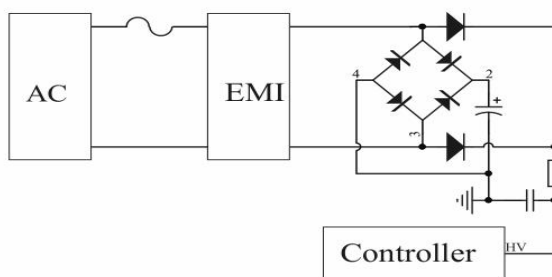

图 1 高压启动电路
DK045GJN 包含多功能高压 (HV) 引脚。为达到快速启动，内部集成了高压启动电路，可以快速启动电源同时能够有效降低待机功耗，如图 1 所示，能够快速准确监测输入电压，在输入掉电